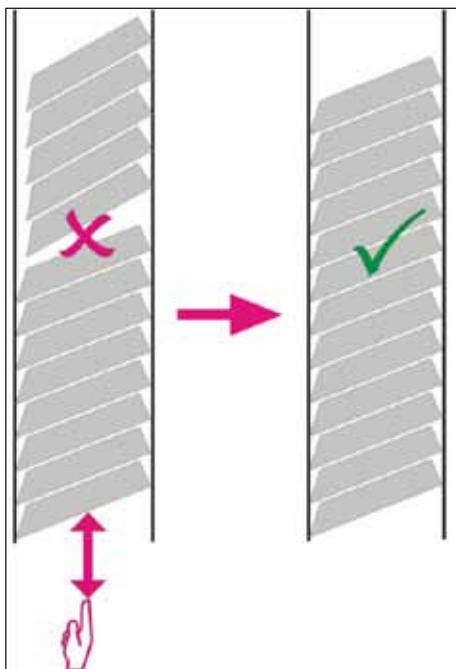

Fig. 29
✓ Kassettenes bør da ligge som de skal i magasinet (→ "Fig. 29").
- Hvis det brukes tapede kassetter, må du påse at den nylig innsatte stabelen er perfekt justert med de tidligere lastede kassettenene (→ "Fig. 29").